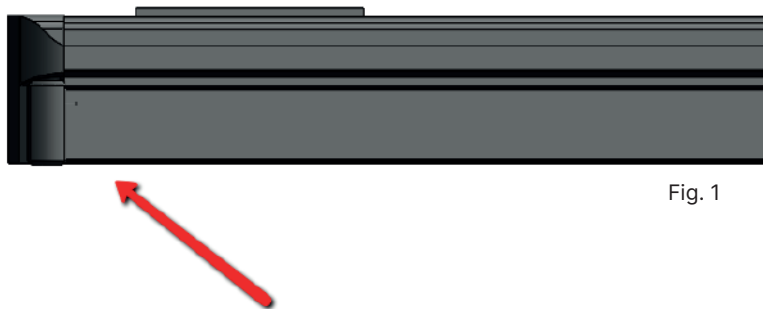

Fig. 1
1. Motoren er placeret i markisens venstre side, set udefra. For få adgang til justeringsterminalen skal markisen åbnes ca. ½ meter. Markisen leveres med et justeringsværktøj, som skal bruges til at justere motoren med. Har man mistet dette værktøj, kan man bruge en almindelig umbraco-nøgle. (se fig.1)